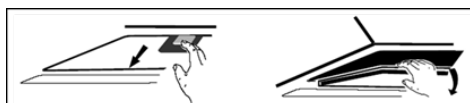

рис. 6.2
2. Зніміть алюмінієвий фільтр (рис. 6.2).